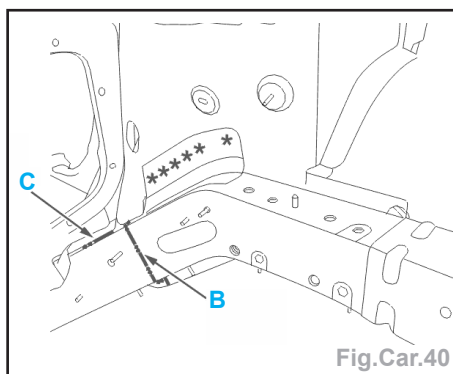

Fig.Car.40
- Déposer la fermeture de brancard partielle (Fig.Car.40).